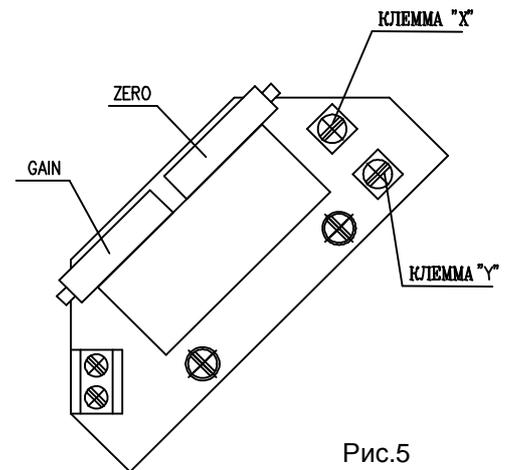

Рис.5
4.4.1 EPV - 2-проводниковое включение (рис.5)
- Установите датчик сопротивления на основании инструкций в предыдущей главе так, что величину сопротивления измеряйте на клеммах X-Y (рис.5). (употреблен датчик с сопротивлением 100Ω)
- Поворачиванием устанавливающего триммера ZERO (рис.5) установите величину выходного сигнала тока, измеряемого на клеммах 81-82, на величину 4 мА.
- Поворачиванием устанавливающего триммера GAIN (рис.5) установите величину выходного сигнала тока, измеряемого на клеммах 81-82, на величину 20 мА.